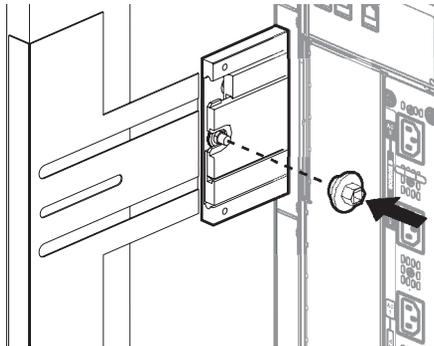

ABBILDUNG 1-15 Befestigen der hinteren Schienensicherungsmuttern
1. Befestigen Sie die Sicherungsmuttern auf den Bolzen am hinteren Ende der Schienen (ABBILDUNG 1-15).